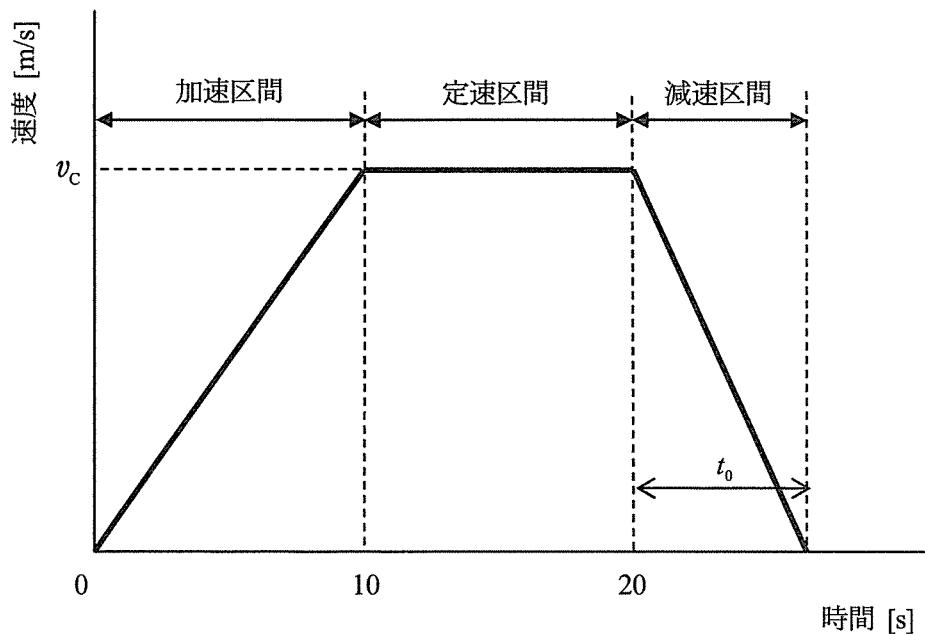

図 2 搬送機の時間 - 速度特性
(2) 蓄電池を電源として、平坦な直線上の 2 点間を移動する車輪駆動式搬送機がある。搬送機の質量は積載荷重を含めて 5000 kg である。この搬送機が、図 2 に示すような運転パターンで、始点での静止状態から 10 s の間、駆動力 5000 N で加速した。その後 10 s の間、一定速度で走行し、更にその後、-7500 N の駆動力で減速走行して停止した。減速走行時は回生制動によって減速するものとし、制動エネルギーはすべて回生されるものとする。